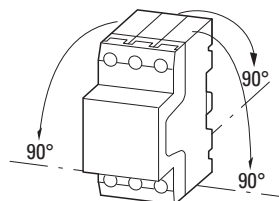

Abbildung 7: Zugelassene Einbautagen für Motorschutzschalter PKZM0-.../XTPR...BC1NL
- Montieren Sie den Motorschutzschalter nur wie in → Abbildung 7 dargestellt.